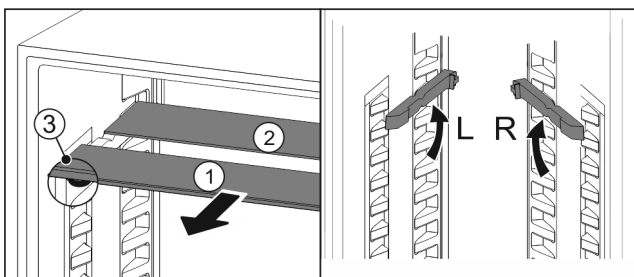

Fig. 24
- ▶ Skleněné desky jednotlivě vytáhněte dopředu Fig. 24 (1).
- ▷ Skleněná deska Fig. 24 (1) s ozdobnou lištou leží vpředu.
- ▷ Zarážky Fig. 24 (3) směřují dolů.